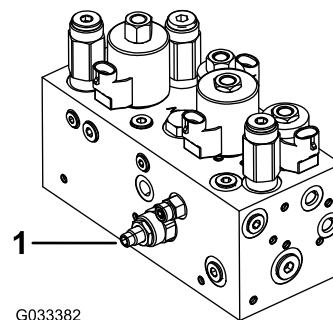

图 48
滚刀组提升/降下线路配备有流量控制阀图 48。此阀门在工厂的预设值为旋转约 3 圈可以打开但因液压流体温度和剪草速度等的不同可能需要进行调节。
1. 提起座椅找到用于中央牵引架的流量控制阀图 48 其位于液压阀箱一侧。